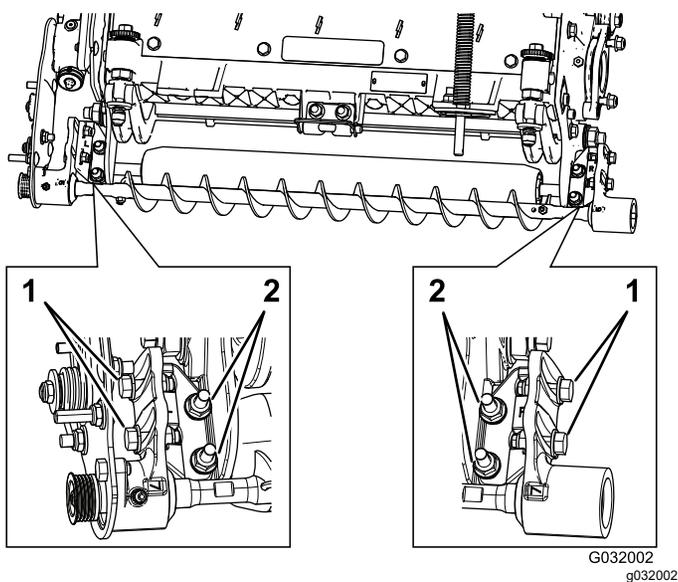

图 10
- A. 松开将滚筒刷安装支架固定到滚刀组侧板上的 2 个凸缘锁紧螺母 图 10。
- B. 旋转滚筒刷轴承座直到滚筒刷侧板与滚刀组侧板保持平行 图 10。
- C. 拧紧将滚筒刷安装支架固定到滚刀组侧板上的 2 个凸缘锁紧螺母 图 10。
1. 松开将每个滚筒刷轴承座固定到滚筒刷安装支架上的 2 个螺栓 图 10。